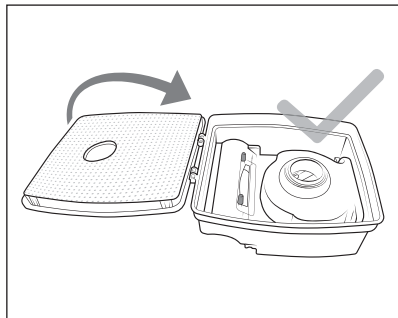

Fig. 11
- 7) Fastgør EPA-fileret **7** på dækslet til støvbeholderen **12**, og klap det i (se fig. 11).